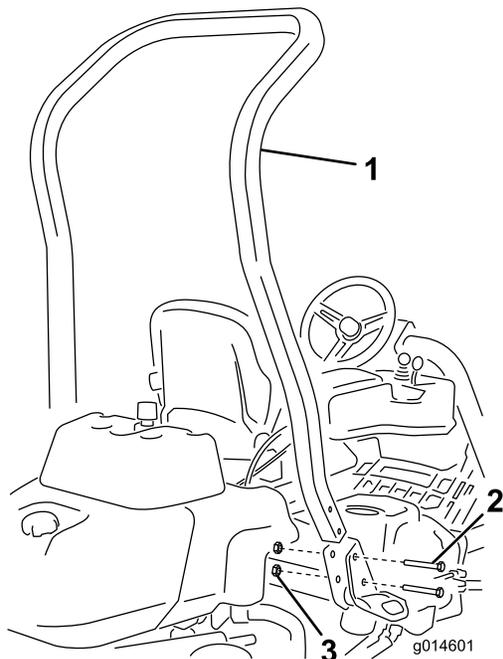

図 3
3. 機体の左右にあるポケットにROPSを差し込み、ボルト(1/2 x 3-3/4 インチ)4本とフランジナット4本(1/2 インチ)で固定する(図3)。